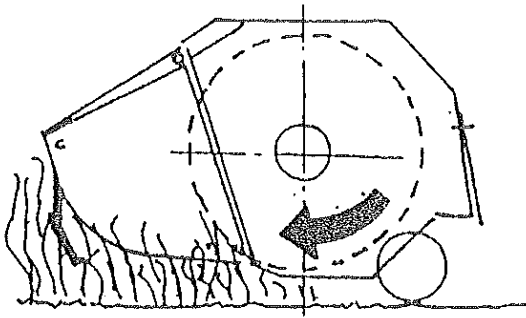

図9
- ・ 牧草の刈り取り作業の場合、ナイフの回転方向は(図 9)のようになります。